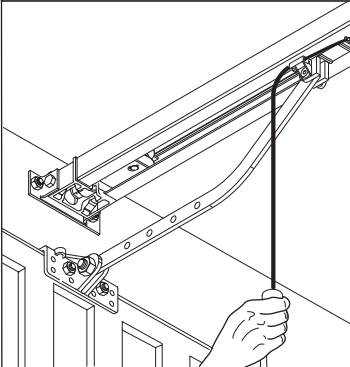
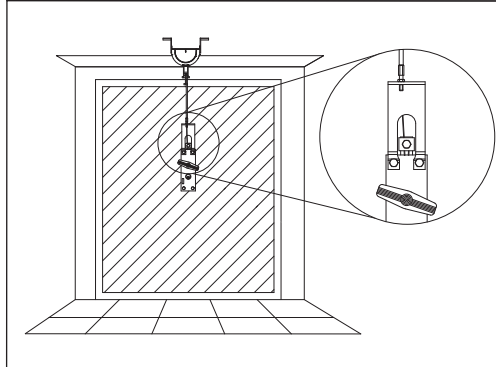

Рис. 22
Рис. 23
В случае сбоя питания или неисправности в системе, открытие ворот выполняется вручную, потянув за шнурок соединенный с кареткой (Рис. 21). Для гаражей, которые не имеют второго выхода, обязательно применяйте устройство внешней разблокировки моделей SM1 (Рис. 22) или SET/S (Рис. 23).
- SM1 Внешний разблокиратор защелки установленной на подъемно-поворотных воротах (Рис.22).
- SET/S Внешний разблокиратор, с убирающейся ручкой, для секционных ворот, толщина панели 50мм макс. (Рис.23).